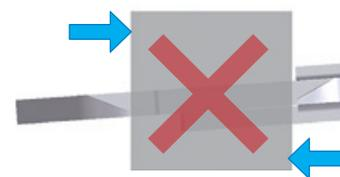

Fig. 6
2. Não meça uma peça com as faces de medição inclinadas. Procure sentir que as faces de medição estão bem encostadas. (Fig. 6)
3. Não meça uma peça com as faces de medição inclinadas. Procure sentir que as faces de medição estão bem encostadas. **(Fig. 6)**
3. Não meça uma peça com as faces de medição inclinadas. Procure sentir que as faces de medição estão bem encostadas. (Fig. 6)